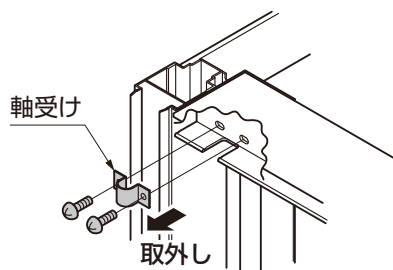

図6-6
- ①軸カーラーを扉（受）、（掛）の上部の軸とピポットヒンジに取付けてください。
- ②仮固定している軸受けを、一旦取外してください。（図6-6参照）